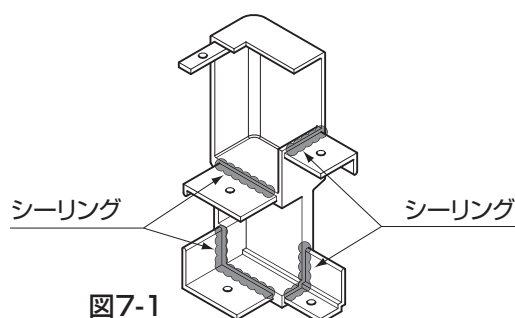

図7-1
- ①コーナーキャップにシーリングしてください。(図7-1参照)
- ②コーナーキャップを【11-7】で前枠に固定してください。
- ③②を桁側に差込み、前枠と桁を【11-2】で取付けてください。
- ④桁とコーナーキャップを【11-7】で固定してください。